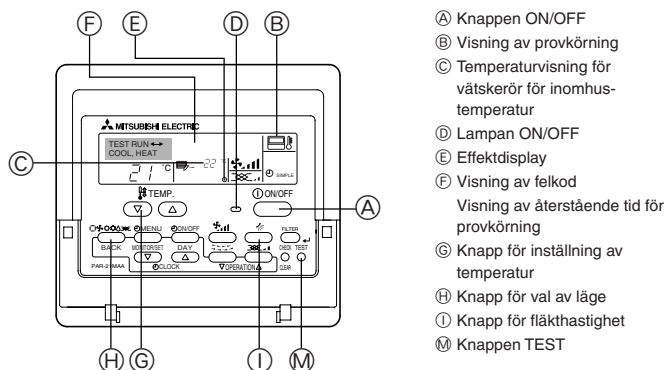

Fig. 7-1
7.2.1. Med ledningsdragen fjärrkontroll (Fig. 7-1)